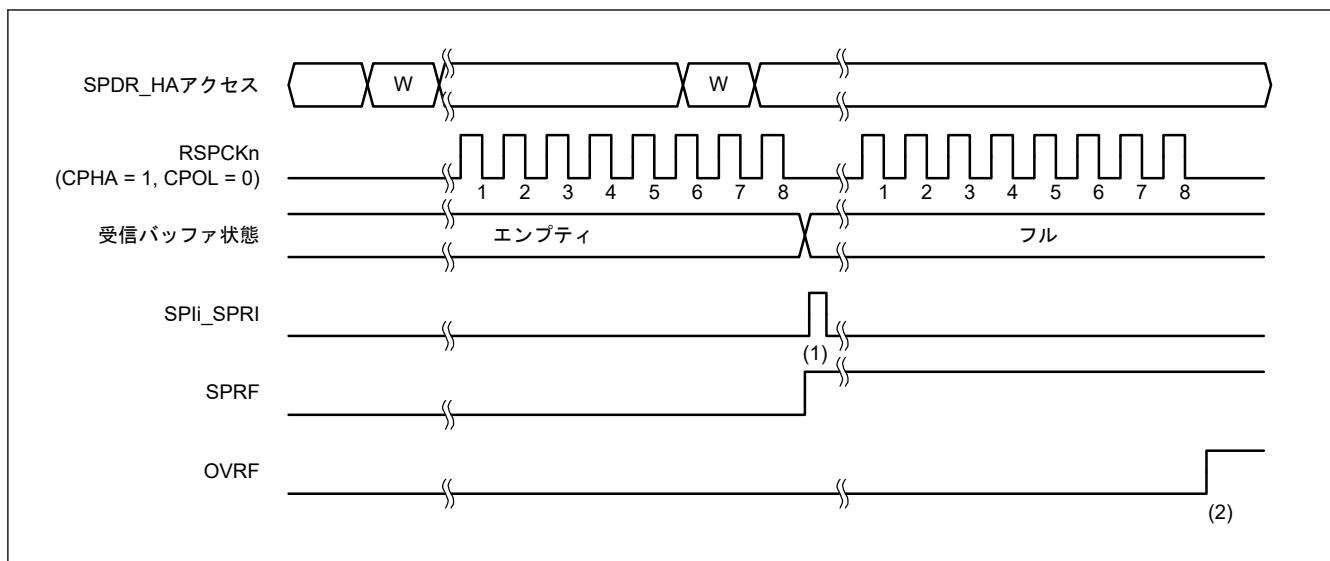
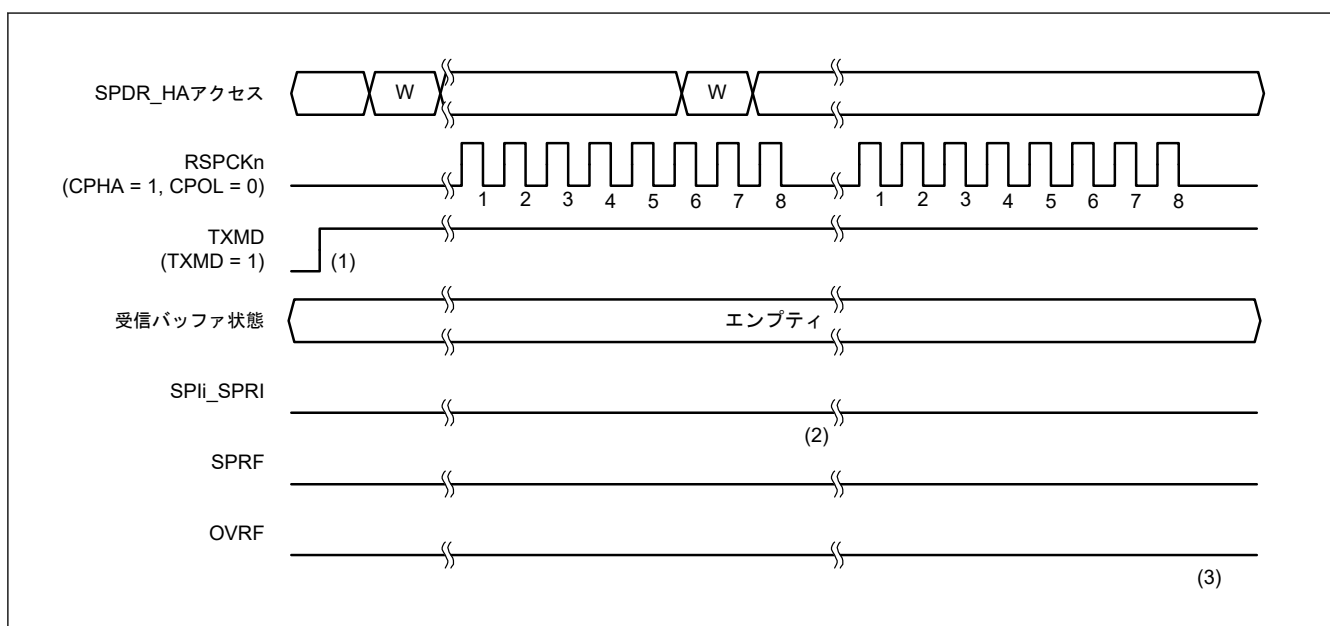
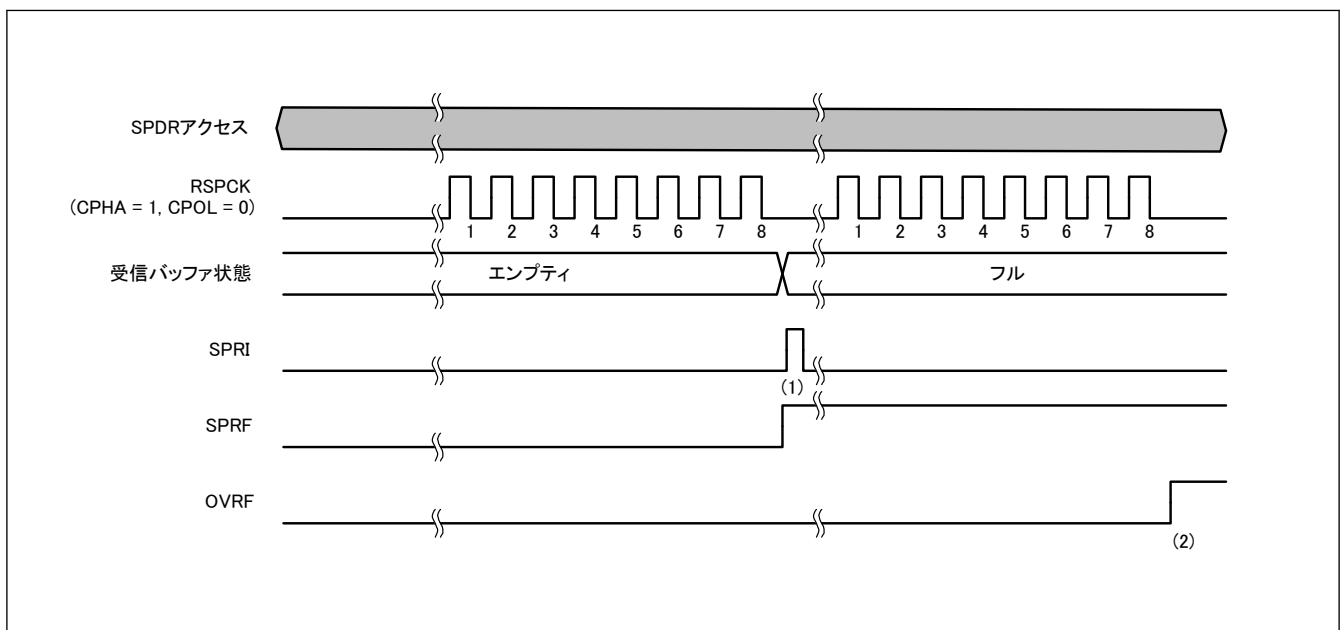

図 32.26 SPCR3.ETXMD = 0 かつ SPCR.TXMD = 0 の動作例
図 32.27 SPCR3.ETXMD = 0 および SPCR.TXMD = 1 の動作例
図 32.28 MSTR = 0 かつ ETXMD = 1 の場合の動作例
通信動作モード選択ビット (SPCR.TXMD) の設定により、全二重同期式シリアル通信または送信のみの動作が選択できます (拡張通信モード選択ビット (SPCR3.ETXMD) が 0 の場合)。SPCR3.ETXMD ビットが 1 の場合、スレーブモード (SPCR.MSTR = 0) で SPI の動作は受信のみです。これは SPCR.TXMD ビットが SPI の動作に影響を及ぼさないためです。図 32.26、図 32.27、および図 32.28 に記載した SPDR アクセスは、SPDR レジスタへのアクセス状況を示しています。W は書き込みサイクルを示しています。
図 32.26 に、SPI コントロールレジスタ 3 (SPCR3) の拡張通信モード選択ビット (ETXMD) を 0、通信動作モード選択ビット (SPCR.TXMD) を 0 にした場合の動作例を示します。この例では、SPDCR.SPFC[1:0] ビットが 00b、SPCMDm.CPHA ビットが 1、SPCMDm.CPOL ビットが 0 の設定で、SPI が 8 ビットのシリアル転送を実行しています。RSPCKn 波形の下に記載した数字は、RSPCK サイクル数 (= 転送ビット数) を示しています。
以下に、図 32.26 の (1)、(2) に示したタイミングでのフラグ動作を説明します。
図 32.27 に、拡張通信モード選択ビット (SPCR3.ETXMD) を 0 にした場合および通信動作モード選択ビット (SPCR.TXMD) を 1 にした場合の動作例を示します。この例では、SPDCR.SPFC[1:0] ビットが 00b、SPCMDm.CPHA ビットが 1、SPCMDm.CPOL ビットが 0 の設定で、SPI が 8 ビットのシリアル転送を実行しています。RSPCKn 波形の下に記載した数字は RSPCK サイクル数 (= 転送ビット数) を示しています。
以下に、図 32.27 の (1)~(3) に示したタイミングでのフラグの動作内容を説明します。
SPI コントロールレジスタ (SPCR) の SPI マスタ/スレーブモード選択ビット (MSTR) を 0 に設定し、SPI コントロールレジスタ 3 (SPCR3) の拡張通信モード選択ビット (ETXMD) を 1 に設定した場合の動作例を図 32.28 に示します。SPI データコントロールレジスタ (SPDCR) の SPFC[1:0] ビット = 00b、SPI コマンドレジスタ (SPCMD) の CPHA ビット = 1、SPCMD の CPOL ビット = 0 の設定で、SPI が 8 ビットデータシリアル転送をする例を図 32.28 に示します。RSPCK 波形の下の番号は、RSPCK 周期の番号 (転送ビットの番号) を示します。